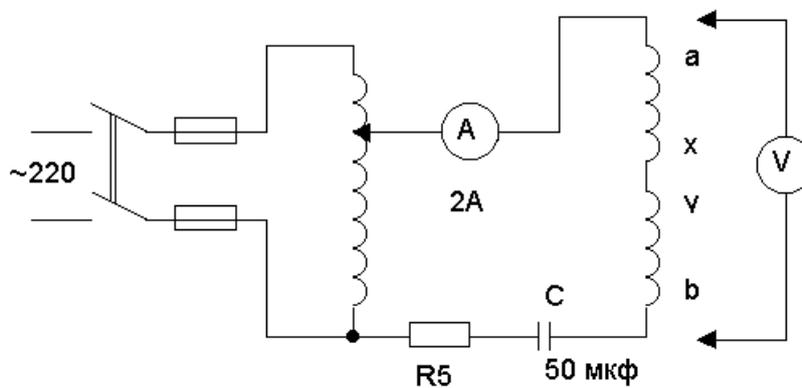

Рис. 4
1.Собрать цепь по рис.4 (здесь резистор R5 включен для ограничения тока цепи) и получить разрешение на включение. Перед включением регулятор напряжения установить на нуль. При проведении опыта емкость конденсатора должна быть равна 50 мкФ. Для измерения напряжения предусмотреть вольтметр на 75 В 300 В со свободными концами.